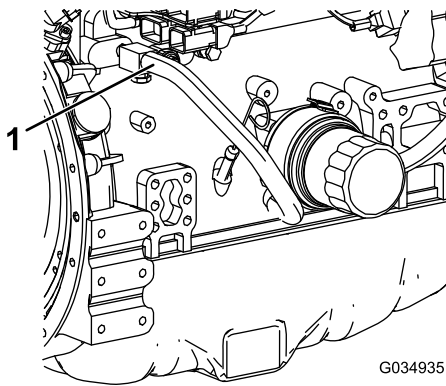

**Figure 122**
- Remplissez le radiateur de liquide de refroidissement jusqu'à ce que le niveau atteigne le rebord de l'orifice de remplissage (Figure 122).